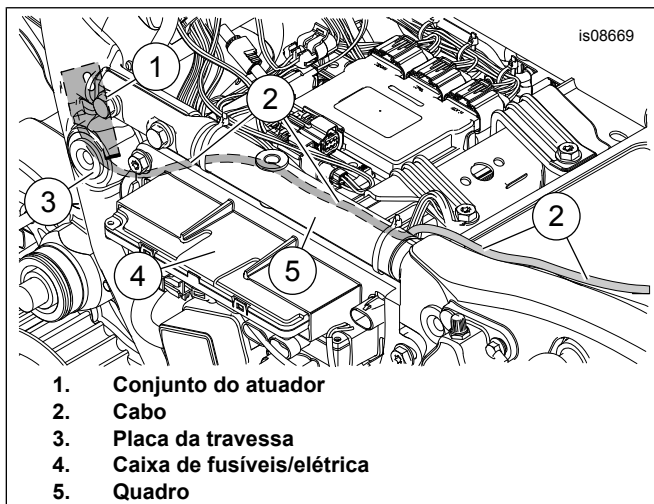

Figura 10. Orientação dos cabos
17. Veja Figura 10 . Passe o cabo (2) por baixo da travessa.
18. Continue passando o cabo (2) entre a caixa de fusíveis/caixa elétrica (4) e o quadro (5) até a parte superior do para-lama traseiro e o suporte do encosto.